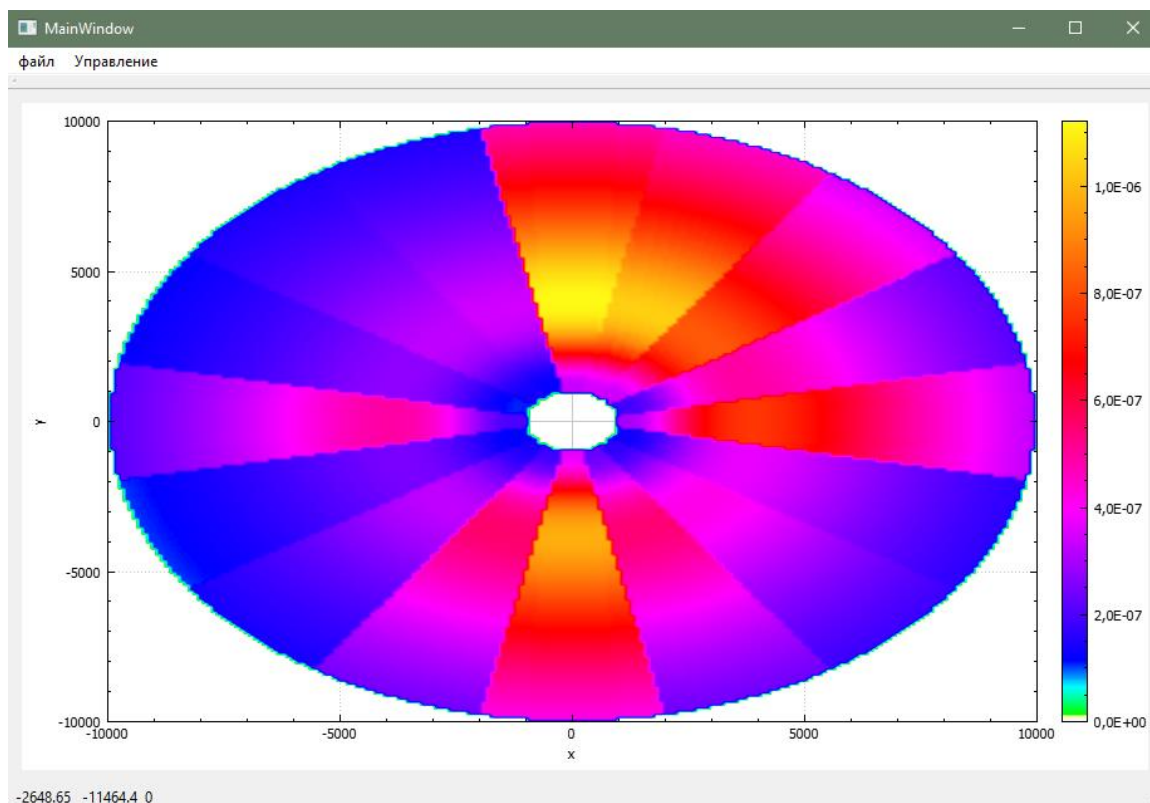

Рисунок 12 – Выбор рассчитываемого функционала
2) Вывод результатов происходит в главном окне калькулятора нормативов посредством отображения градиента значений дозового поля или поля концентраций в зависимости от выбранного типа расчетов (см. рисунок 12). Справа от построенного поля отображается градиентная шкала соответствия цвета – значению выбранного расчетного функционала. В левом нижнем углу представляются значения координат X и Y, куда наведен курсор, а также значение самого функционала в точке с этими координатами.